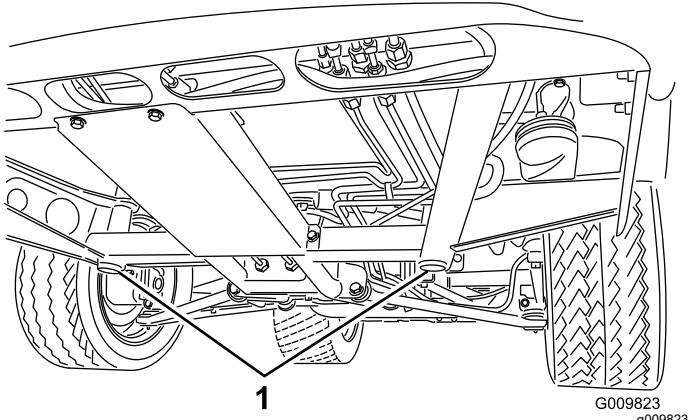
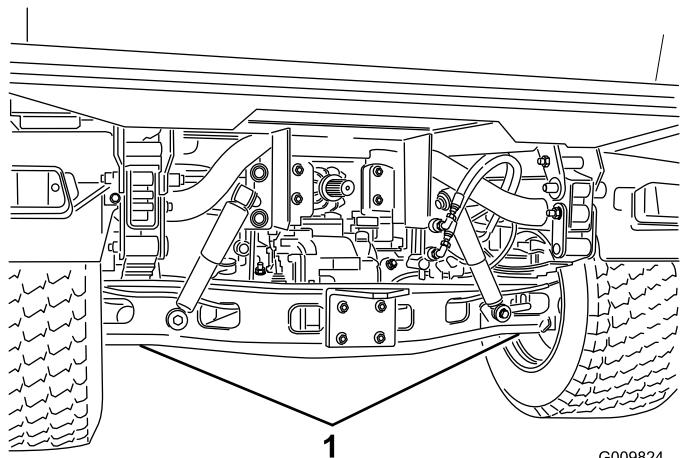

図 36
図 37
- 車両前部のジャッキポイントは前中央のフレームサポート図 36、後部のジャッキポイントはアクスル下図 37 にある。